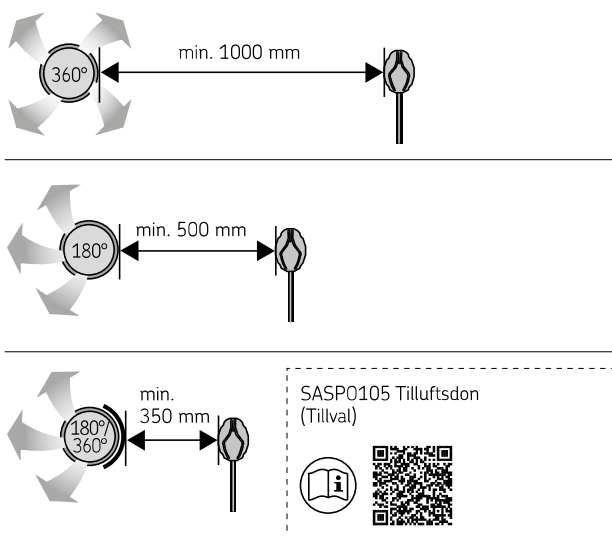

Bild 9. Minimiavstånd mellan tilluftsventil och temperaturgivare.
- **Fläktventilation:** Tilluftsventilen bör installeras i övre delen av bastun så att den inte påverkar temperaturgivarens funktion. (Bild 9. Minimiavstånd mellan tilluftsventil och temperaturgivare.)